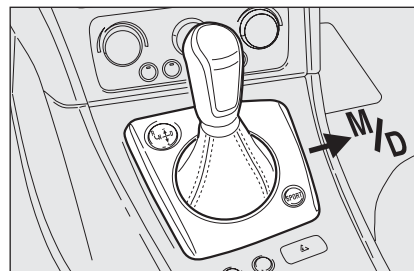

fig. 7
- ☐ spostare la leva cambio in posizione centrale (tra **+** e **—**) per inserire la 1ª marcia, oppure in **R** per inserire la retromarcia mantenendo il freno premuto. Se ci si trova in modalità manuale spostare la leva del cambio in **M/D** (fig. 7) per inserire la logica automatica;